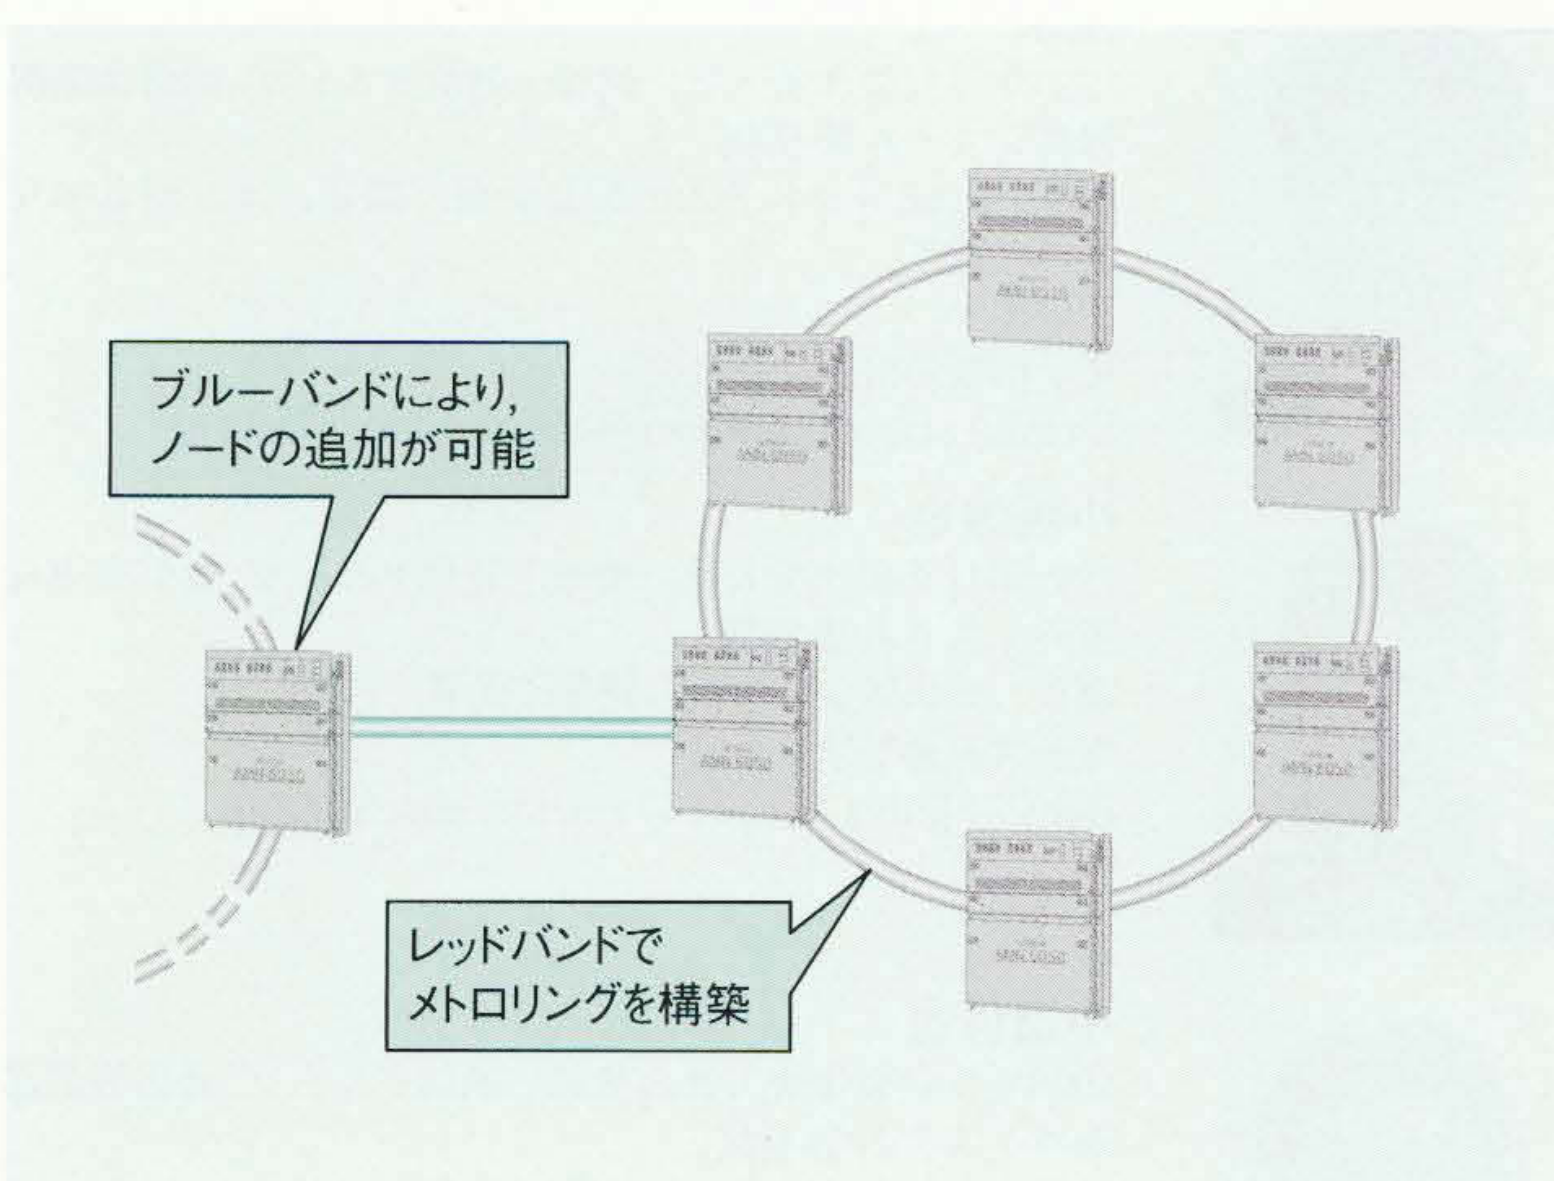

図2 リング網構築後のノード増設
- (1) 波長ごとに異なる伝送距離制限の解消が可能
- (2) 波長変換機能を実現し、システムの多重度を落とさずに、高密度化しやすい波長帯へ波長変換することが可能
- (3) 伝送波長数をファイバ種別に分け、状態を向上させる手段、伝送距離を伸長させる手段とする。長距離伝送網との合流など、リング、スター、メッシュなど、さまざまなネットワーク構成を実現
- (4) バンドごとに拡張ができるので、現在稼動中のサービスに影響を与えることなく、ノードの追加導入が可能(図2参照)